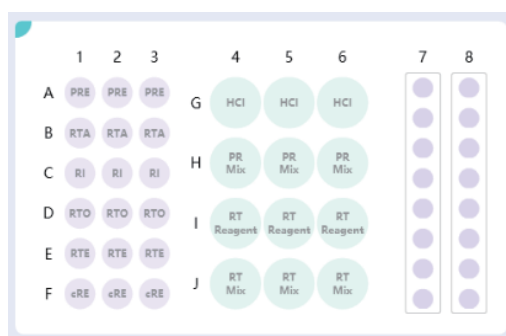

图 2-6 低温试剂台面放置示意图
- 1.A-M 孔位 (见图 2-6 和 2-7) 每行有 3 列，每一列对应一板芯片容器。每多上机一板芯片容器，则需多上机一套试剂；
i. 试剂放置：将准备好的所有试剂，打开盖子，按照图 2-6 至 2-7 的示意图所示顺序放置好相应试剂。低温试剂（编号 A-J）需要在低温试剂区降至 4°C 后才可转移；
- 请注意 A 管中配置的 10X 透化试剂储存液在 4°C 最多可存放 6h，需及时回收，回收及后续使用方法请见 2.7 章节步骤 (7) 【A 管透化酶保存及冻融使用】。